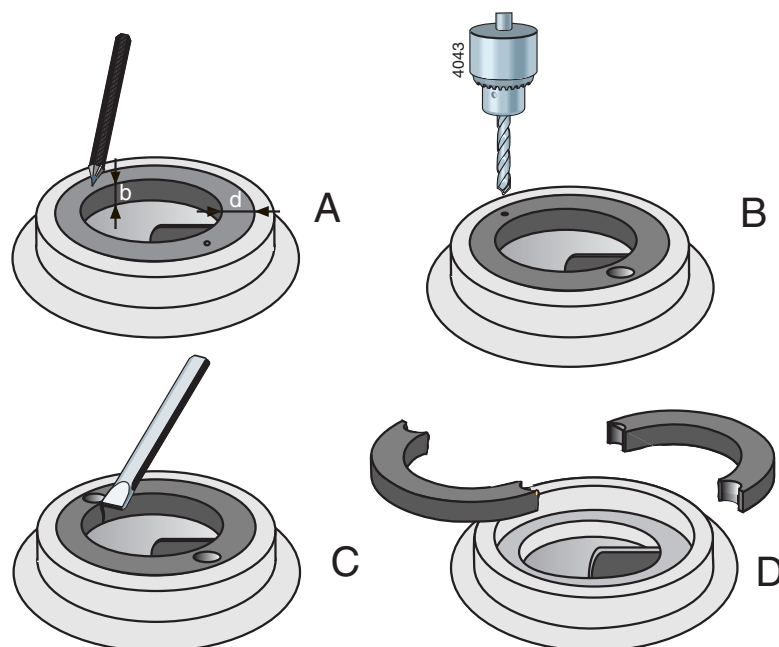

Figure 5: Démontage de la bague d'usure.
- 1 Mesurez l'épaisseur (D) et la largeur (B) de la bague, voir figure 5 A.
- 2 Faites un orifice de centrage au milieu du bord de la bague en deux points opposés, voir figure 5 B.
- 3 Utilisez une mèche dont le diamètre est un peu plus petit que l'épaisseur (D) de la bague pour percer deux trous dans la bague, voir figure 5 C. Ne percez pas plus profond que la largeur (B) de la bague. Prenez soin de ne pas endommager le bord d'ajustage du corps de pompe.
- 4 Coupez l'épaisseur restante de la bague à l'aide d'un ciseau. Vous pouvez maintenant déposer la bague en deux parties du corps de pompe, voir figure 5 D.